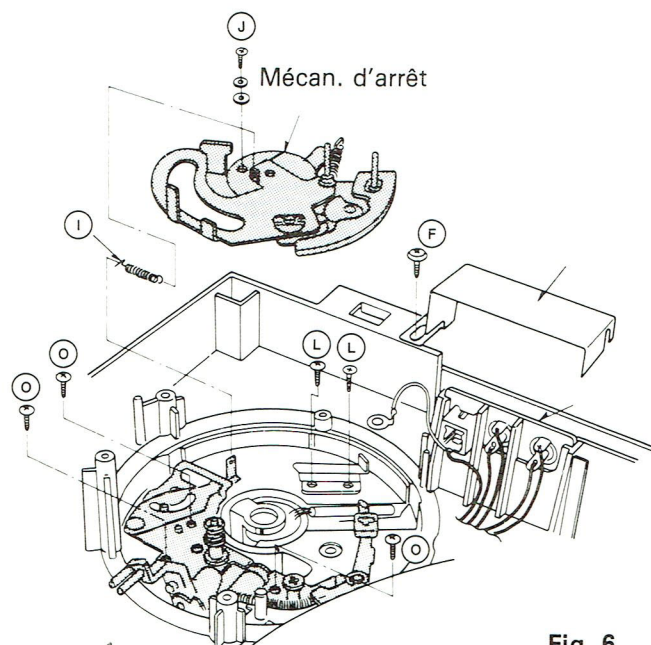

Fig. 6
(Fig. 6 et 7)
6. Démontage du bras (Fig. 6)
- Défaire les 2 vis (L)
7. Démontage du support lève-bras (Fig. 6 et 8)
- Retirer la vis (M), le lève-bras et le ressort (N)
- Défaire les 3 vis (O) (Fig. 6)